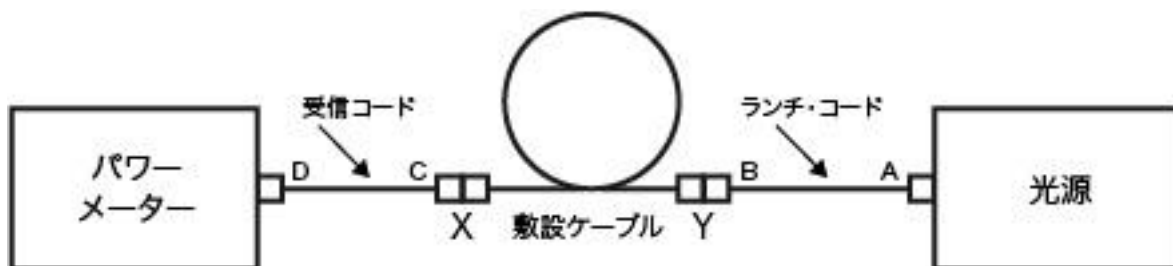

図 4. Y-X 方向でパーマネント・リンクをテストする
- 4) 次に、ランチ・コードを光源から抜かずに、接続 Y へ移動します。受信コードとパワー・メーターを接続 X へ移動します (図 4 参照)。